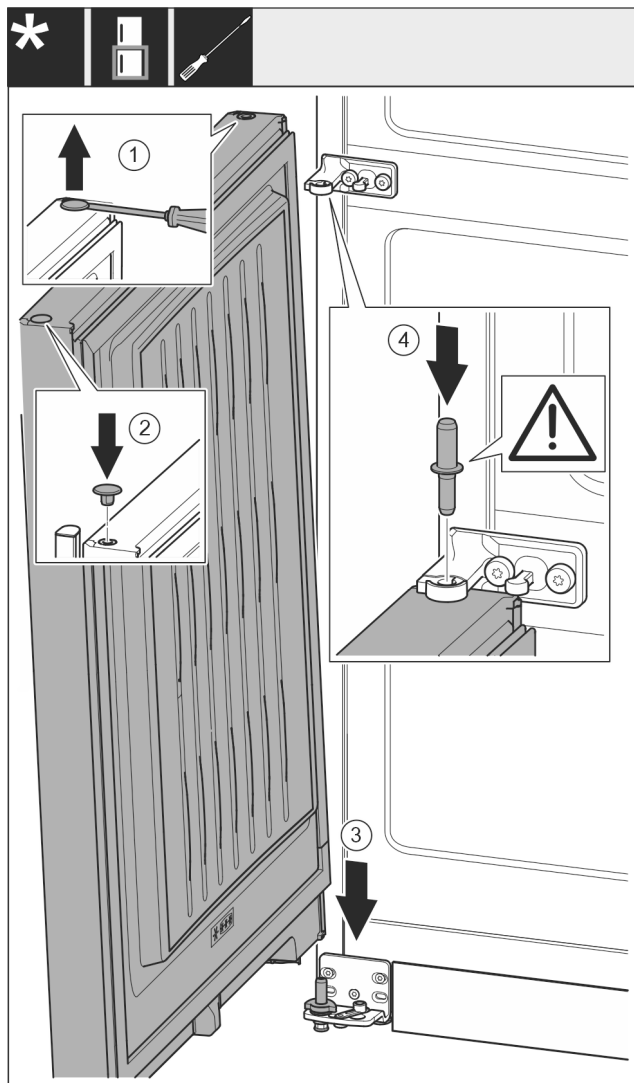

Fig. 20
- Använd en spårskruvmejsel och lyft försiktigt pluggen Fig. 20 (1) och dra ut den.
- Sätt in pluggen Fig. 20 (2) på dörrens andra sida igen.
- Sätt dörren Fig. 20 (3) uppifrån på den undre lagerbulten.
- För den mellersta lagerbulten Fig. 20 (4) genom den mellersta lagerbocken och sätt in i den i undre dörren. Se till att låskammen riktas bakåt.